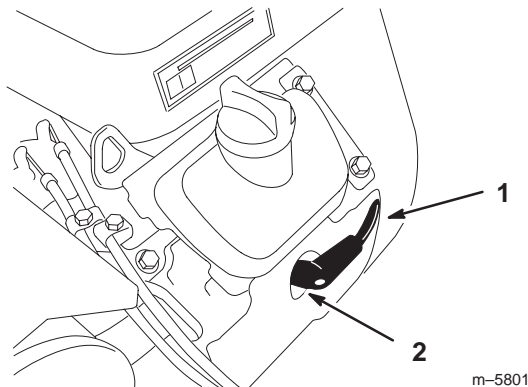

Figure 44
3. Débranchez le(s) fil(s) de(s) bougie(s) (Fig. 44). Nettoyez la surface autour des bougies pour éviter que des impuretés n'endommagent le moteur en tombant à l'intérieur.
3. Connectez les fils aux bougies (Fig. 44).